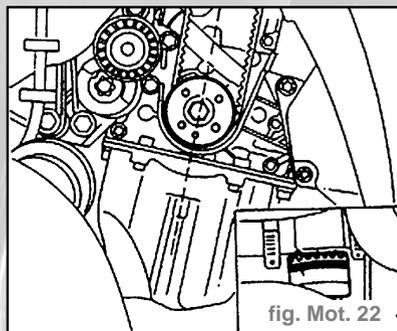

fig. Mot. 22
- Vérifier que le toc de centrage situé sur l'engrenage de commande de vilebrequin, soit positionné dans l'axe du moteur. Enlever le capuchon d'inspection situé sur la cloche d'embrayage et vérifier que l'encoche indiquée sur le volant-moteur coïncide avec le repère situé sur la cloche (fig. Mot. 22).